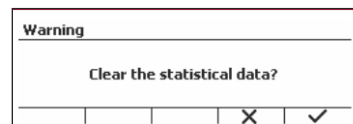

Figure 33
- Pour effacer les résultats d'accumulation, appuyez sur le bouton $\text{On/CLR}_{\text{off}}$. (Voir Figure 33)